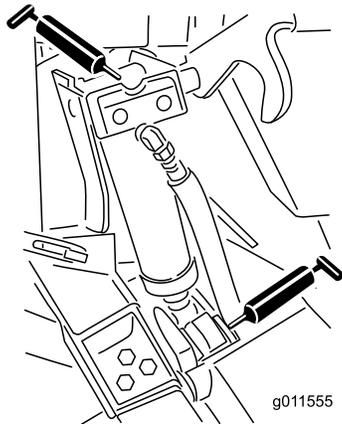

Figura 46
- 4 boccole del cilindro di sollevamento (Figura 46)